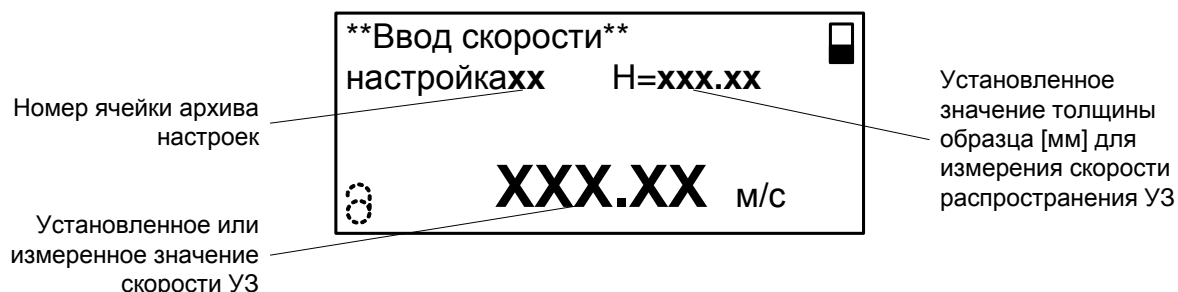

Рис. 8. Вид окна «Ввод скорости».
2.3.3.5. Вид окна ввода и измерения скорости распространения УЗ в материале объекта приведен на рис.8.